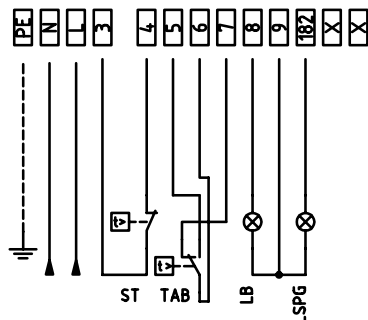
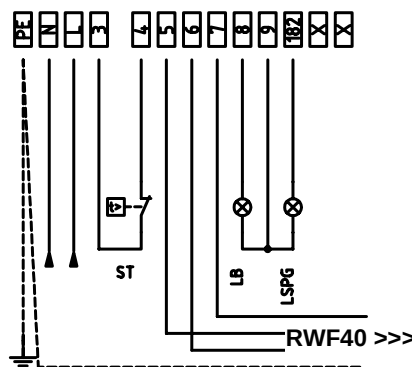

Fig. 14: Bruciatori progressivi
Fig. 16: Bruciatori modulanti
- Collegare i conduttori relativi al segnale di consenso dalla caldaia verso il bruciatore, per i seguenti componenti (Fig. 14, Fig. 16):
- Collegare i conduttori relativi al segnale di consenso dal bruciatore verso la caldaia, per i seguenti componenti (Fig. 14, Fig. 16)